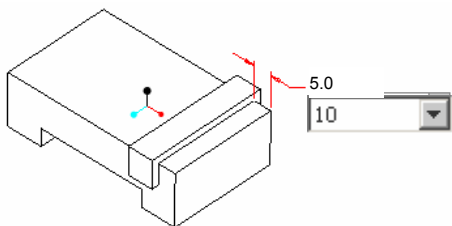

图 7.5.7 选取尺寸
Step3. 系统提示 选择要在第一方向上改变的尺寸。 ，选取图 7.5.7 中的尺寸 5.0。